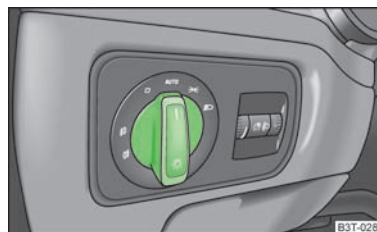

Fig. 33
> Rotiți comutatorul de lumini » fig. 33 în poziția **AUTO**.
► Rotiți comutatorul de lumini » fig. 33 în poziția **AUTO**.